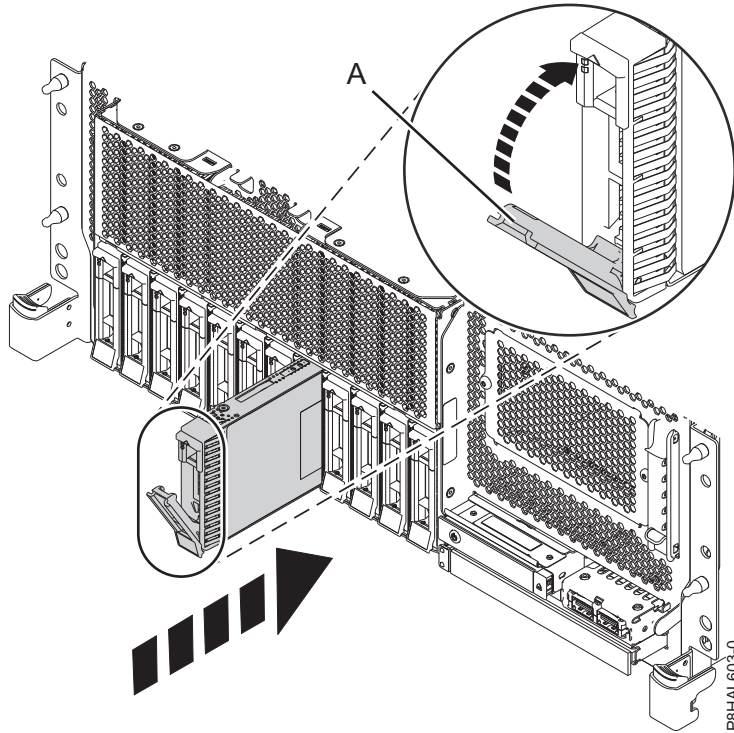
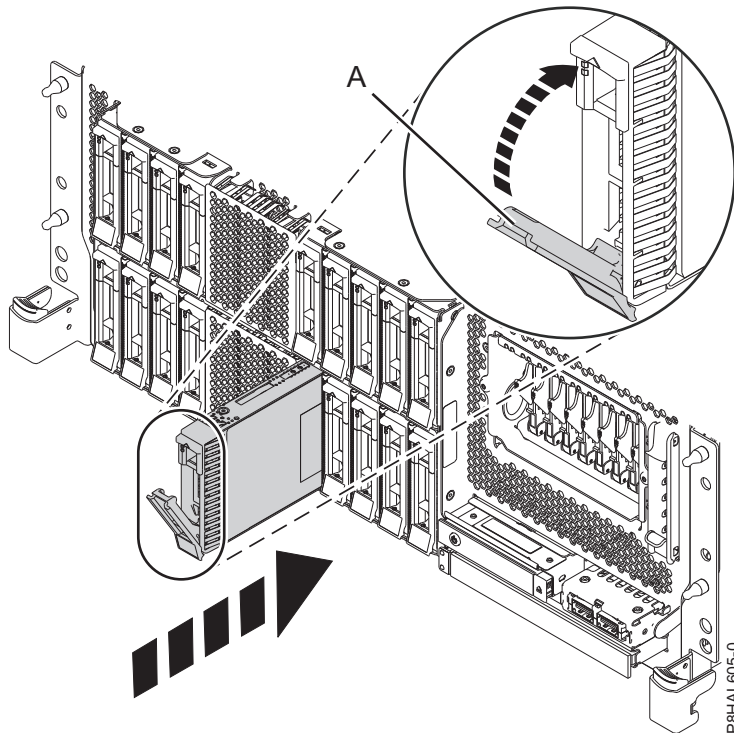
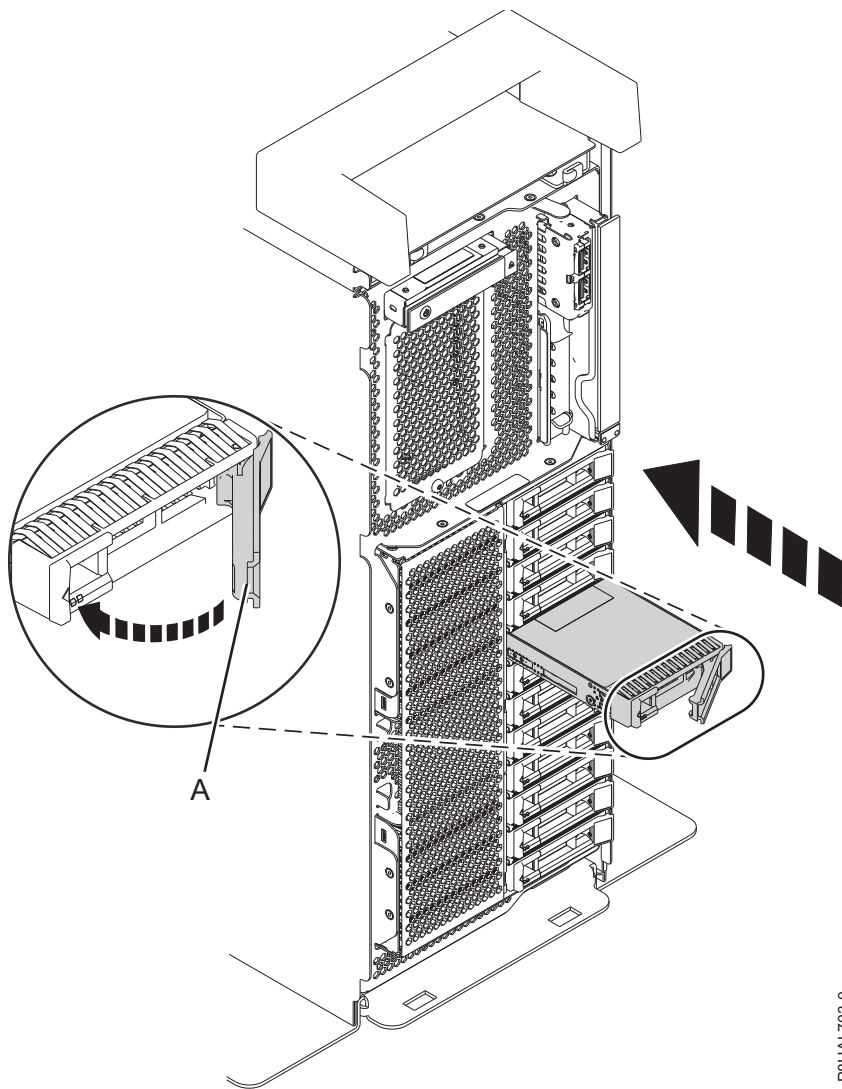
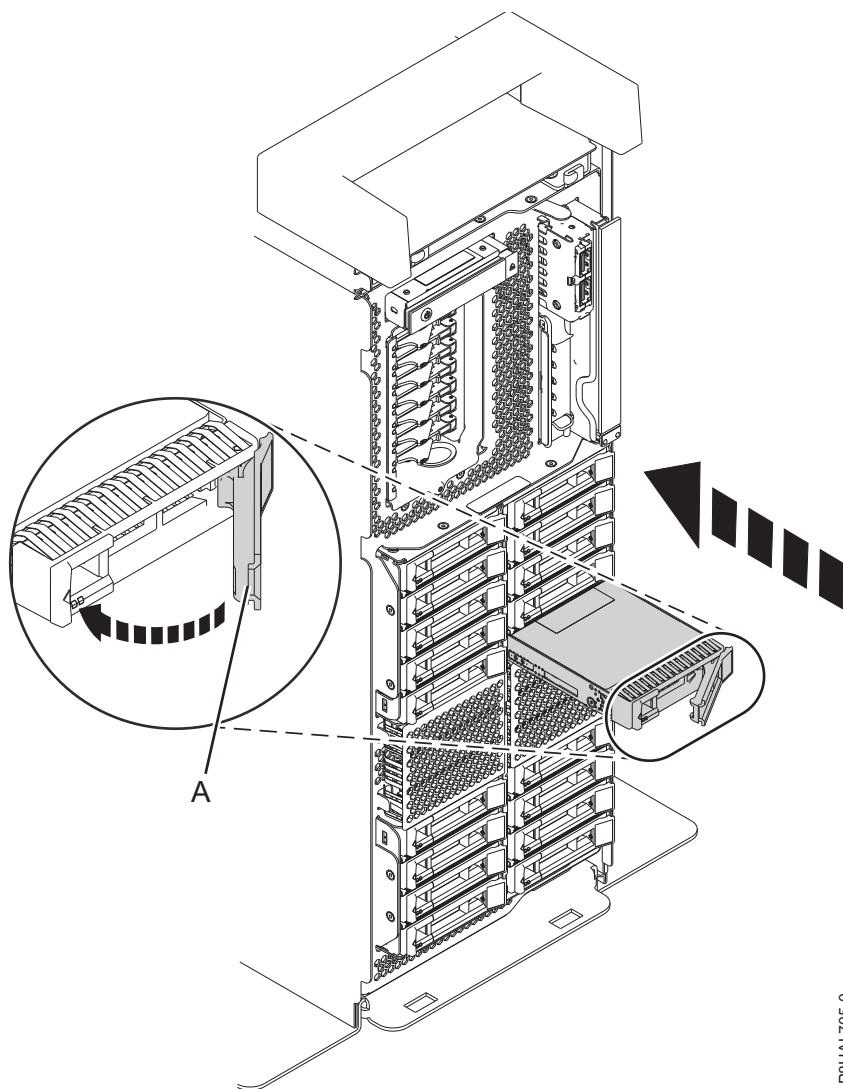

Figure 93. Remise en place d'une unité de disque dans un système à fonction de base monté en armoire
Figure 94. Remise en place d'une unité de disque dans un système à fonction étendue monté en armoire
Figure 95. Remise en place d'une unité de disque dans un système à fonction de base autonome
Figure 96. Remise en place d'une unité de disque dans un système à fonction étendue autonome
4. Déverrouillez la poignée de la baie d'unité (**A**) en appuyant dessus et en la tirant vers vous. Si la poignée n'est pas complètement sortie, vous ne pouvez pas insérer l'unité dans le système. Voir figure 93, à la page 103, figure 94, à la page 103, figure 95, à la page 104 et figure 96, à la page 105.
9. Lorsque le voyant d'identification s'allume et reste fixe, faites glisser complètement l'unité dans le système et poussez complètement la poignée (**A**) de l'unité jusqu'à ce qu'elle se verrouille. Voir : figure 93, à la page 103, figure 94, à la page 103, figure 95, à la page 104 et figure 96, à la page 105.